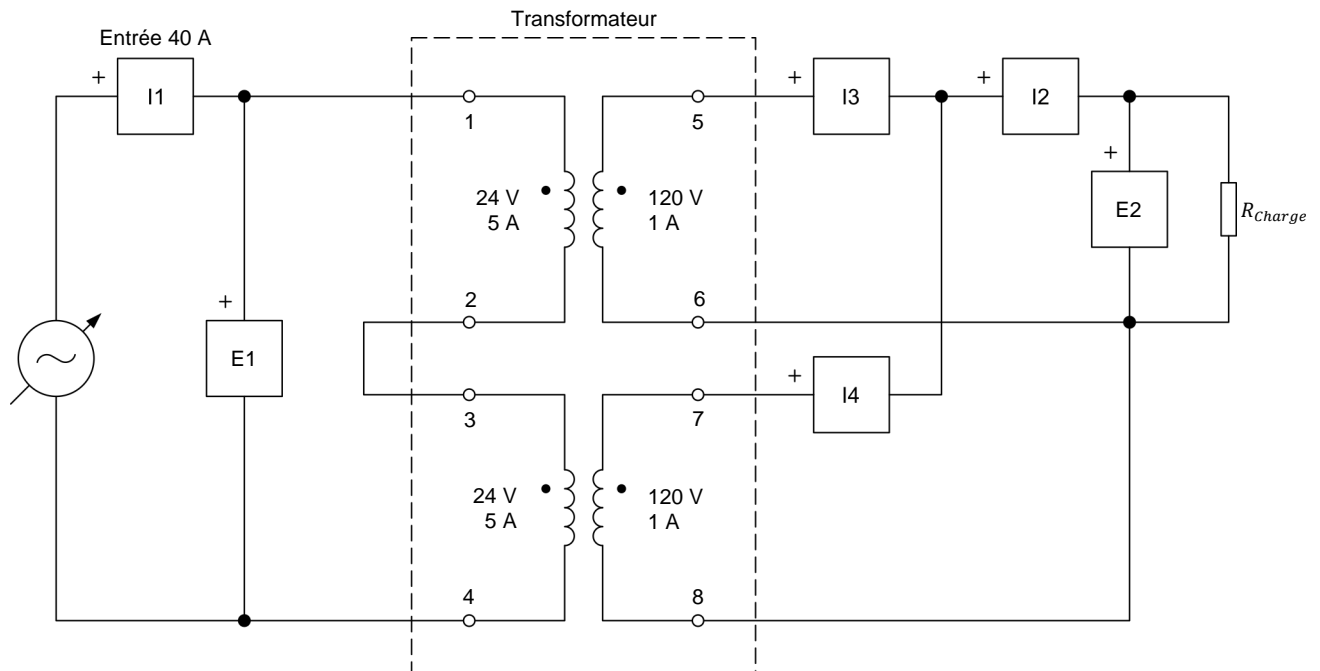

Figure 20. Transformateur élévateur avec des enroulements connectés en parallèle.
35. Modifiez les connexions du circuit afin d'obtenir le circuit montré dans la figure 20. Ne changez pas la valeur de résistance de la charge résistive. Dans ce circuit, les deux enroulements au secondaire (enroulements 5-6 et 7-8) sont connectés en parallèle avec la charge résistive.